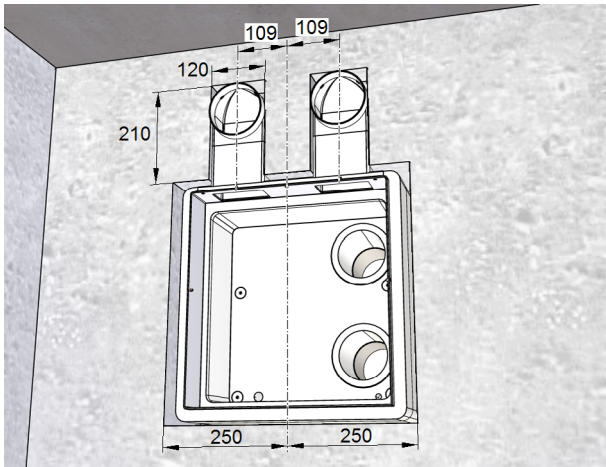
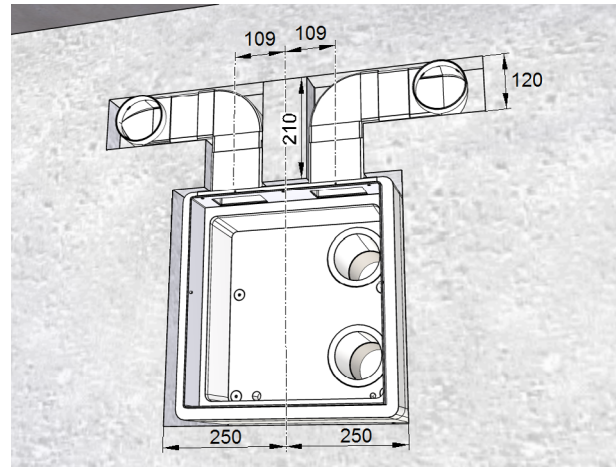

Abb. 10: Beispiel für vertikale Flachkanalführung, Maße in Millimeter
Abb. 11: Beispiel für horizontale Flachkanalführung, Maße in Millimeter
In Abb. 10 und Abb. 11 auf Seite 16 finden Sie Beispiele für die vertikale und horizontale Verlegung von Flachkanälen.
- ▶ Setzen Sie bei der in Abb. 10 gezeigten Anordnung von Abluft- und Zuluftöffnung **nur Lamelengitter** in die Öffnungen ein. Dabei sollten die Lamellen zur Decke zeigen.